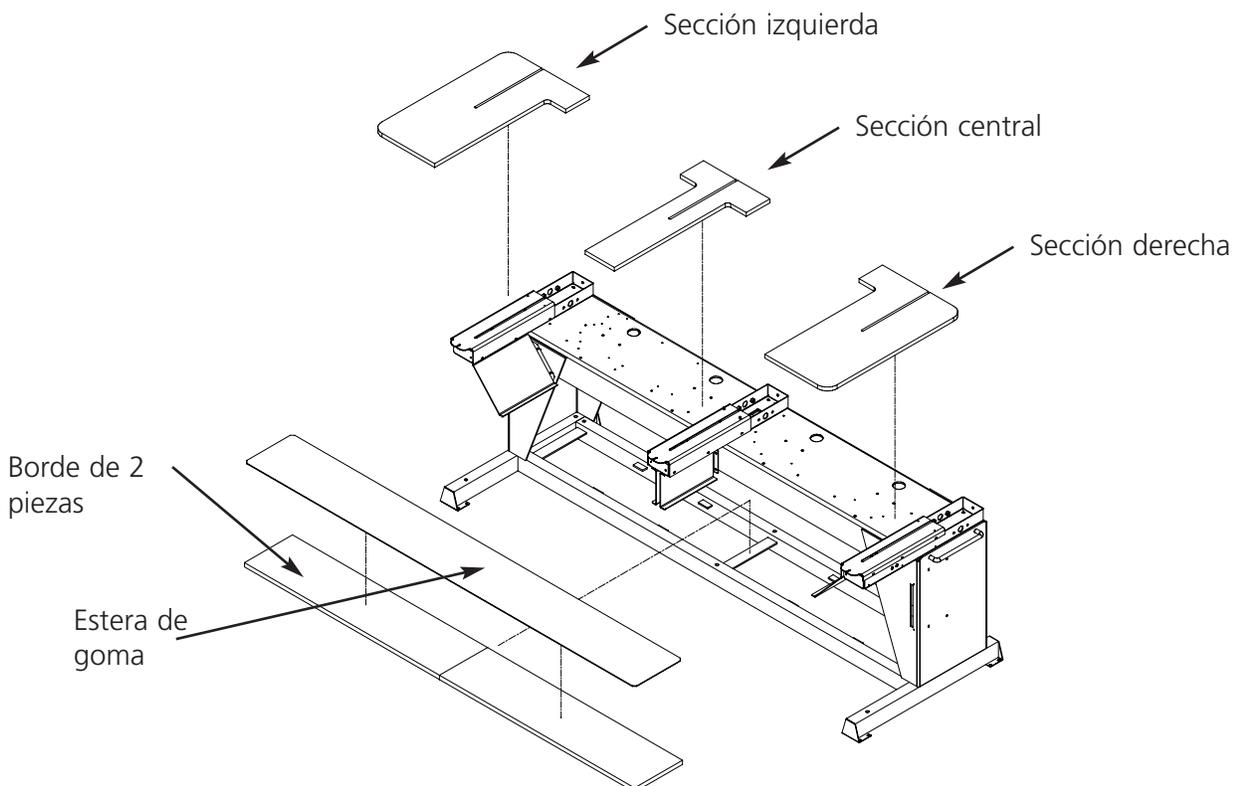
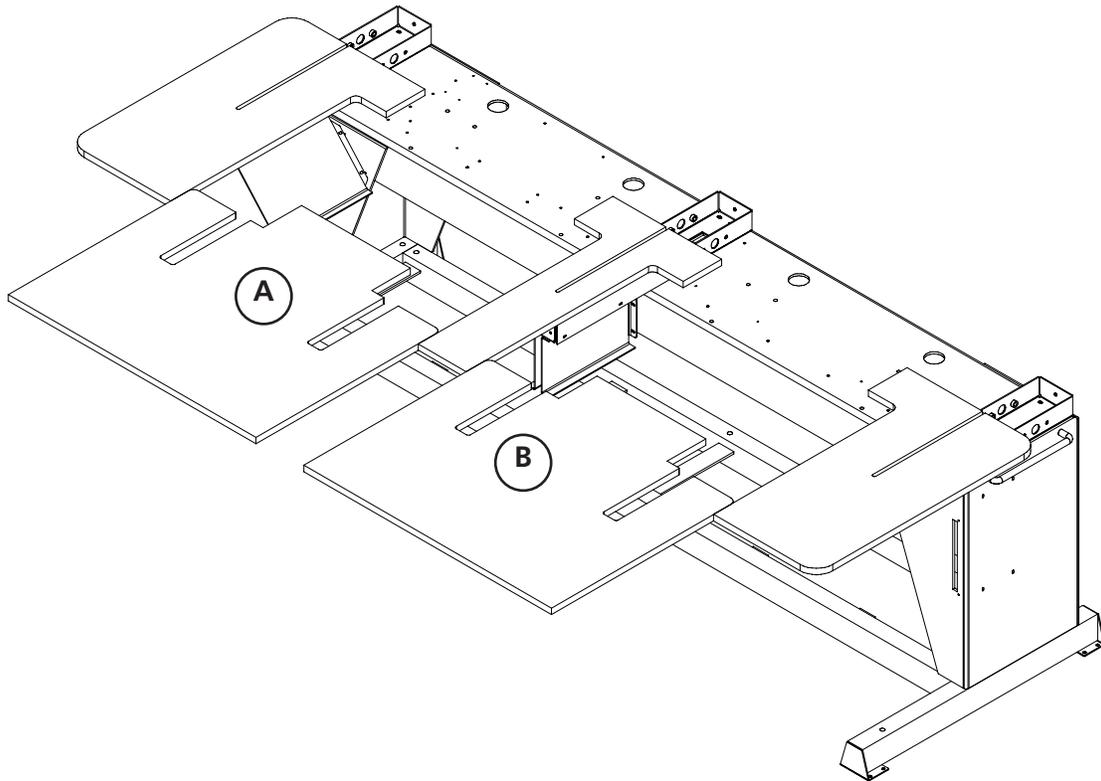

Figura 1-14
Figura 1-15
El tablero de la mesa es suministrado en cinco partes (vean la Figura 1-14). Las dos partes finales y la sección central entran en su sitio en la mesa como ilustrado en la figura 1-14. Las dos secciones restantes son empujadas en su sitio como mostrado en la Figura 1-15. Este diseño proporciona una manera fácil de retirar las superficies de las mesas para bordar tejidos tubulares, para bordar con un bastidor para gorras o para efectuar el mantenimiento regular, rutinario.
2. Hay un borde de 2 secciones y una colchoneta para cubrir, que vienen con el ensamblaje de la superficie de la mesa (vean la Figura 1-14). Coloquen las piezas del borde en la parte superior de los soportes ubicados en la base de la máquina y pongan la colchoneta sobre las piezas del borde.
3. Empujen las últimas dos superficies en su lugar (vean Figura 1-15). Estas se ajustan en las guías de las secciones extremas y central.
gorras en la EMT 10/4 o 10/4T. La inobservancia de esta instrucción podría resultar en la deterioración del equipo o sea en lesiones corporales. Pueden Vds. utilizar las partes A y B de la superficie de la mesa (en la Figura 1-15) en POSICIÓN ABAJADA para sostener prendas pesadas solamente durante el bordado de tejidos tubulares.